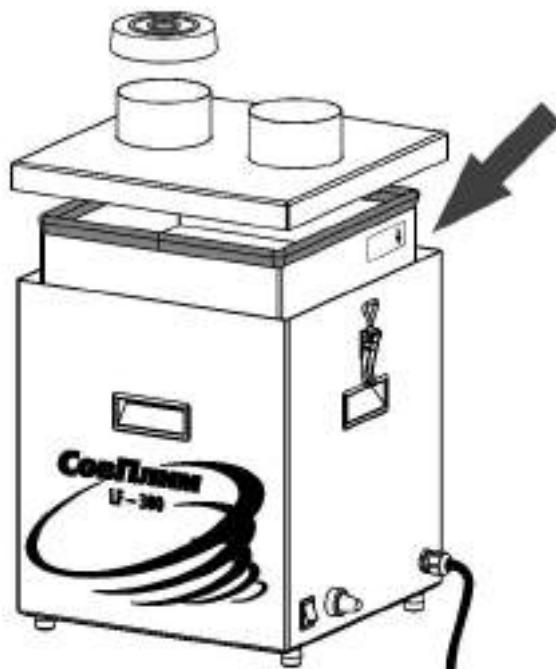

Рисунок 4
5.3.1 В процессе эксплуатации слой загрязнений на фильтровальных элементах утолщается, из-за чего снижается производительность фильтра. Рекомендуется менять фильтровальные элементы не реже одного раза в два года. Для замены фильтровального элемента необходимо (рисунок 4):